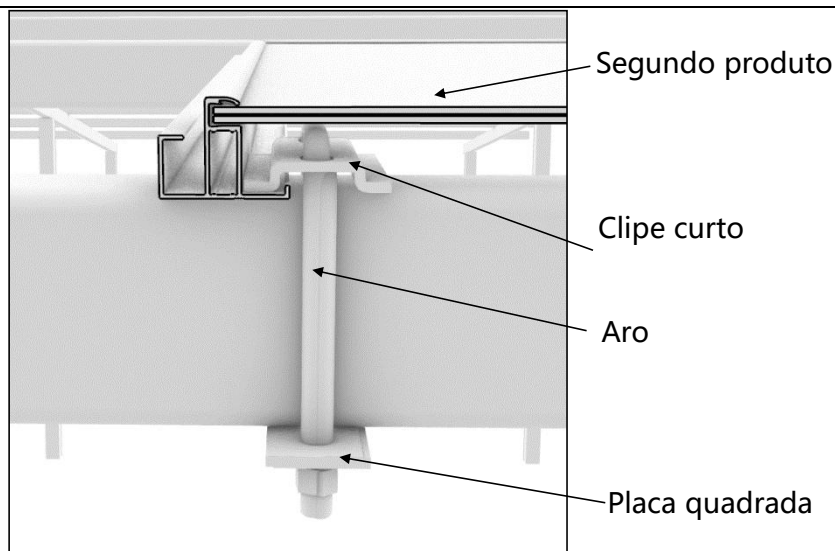

Figura 17
- ⑦ Em seguida, consultando os passos de instalação do primeiro produto, instale o conjunto do clipe de montagem superior esquerdo do segundo produto (Figura 17).